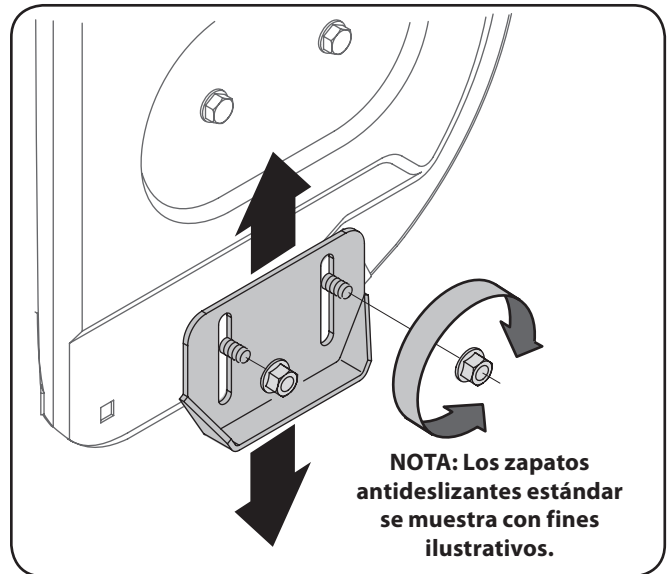

Figura 3-16
1. Afloje las cuatros tuercas hexagonales (dos en cada lado) y los pernos del carro. Mueva las zapatas antideslizantes a la posición deseada. Vea la Figura 3-16.